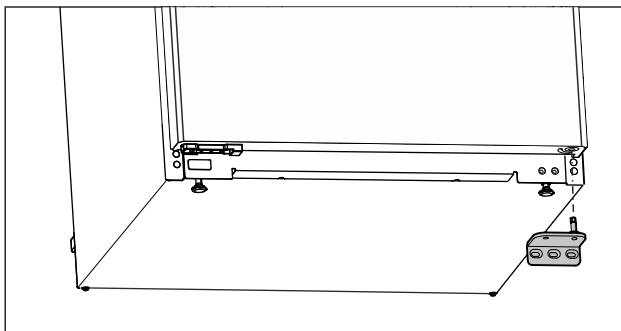

Fig. 11
- Vegye le lefelé a csapágybakot. (lásd Fig. 11)